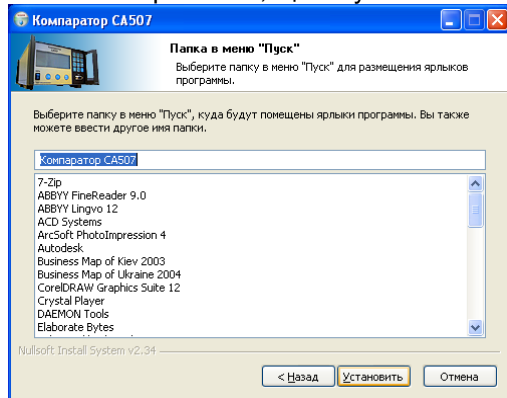

Рисунок 1.5
4) Определить место размещения ярлыков устанавливаемой программы, для чего в окне ""Папка" в меню "Пуск"" (рисунок 1.5) либо согласиться с местом, предлагаемым по умолчанию, либо выбрать другой вариант из списка. Для установки программы ПО щелкнуть по кнопке **Установить** , затем дождаться появления окна с сообщением "Установка завершена" и закрыть его, щелкнув по кнопке **Закреть** .